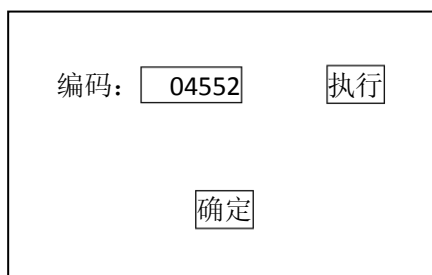

图 4-21
- 5) 选择【01 电脑版本信息】, 查看 5 位的软件编码, VIN 码与记录下来的旧 ECU 的 5 位软件编码 (如 04552) 和仪表的 VIN 码是否匹配。如果否, 选择【07 电脑编程】, 如图 4-21